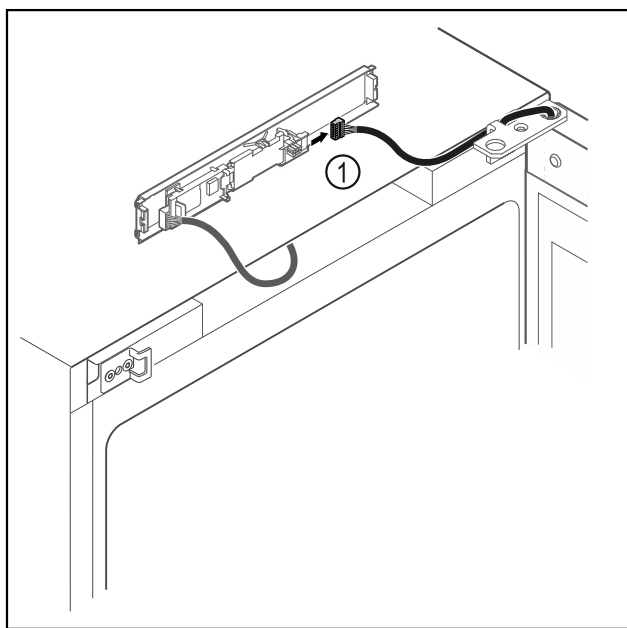

Fig. 11
- ▶ Húzza ki a dugót Fig. 11 (1) a NYÁK-ból.